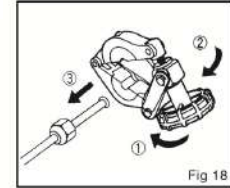

Fig 18
- ② Afloje el pomo para abrir la abrazadera, y luego retire el tubo. (Fig.18)